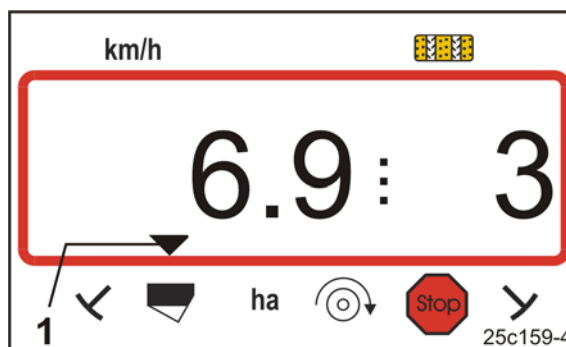

Fig. 274
- pe terminalul de operare apare o indicație. De exemplu, se marchează semnul de control pentru nivelul de umplere în AMALOG⁺ (Fig. 274/1).